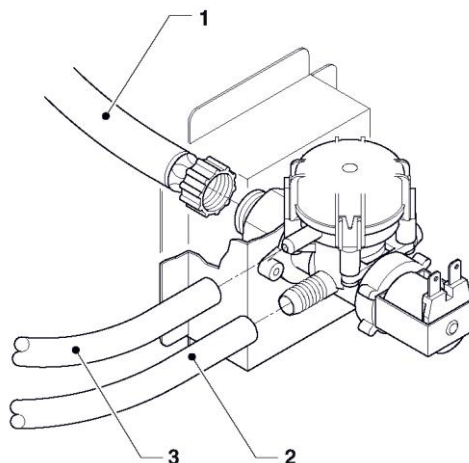

Рис. 19
Выполняйте подключения с использованием труб $\frac{3}{4}$ дюйма, способных выдерживать давление в водопроводной сети (т.е. с минимальным внутренним диаметром 6 мм (см. рис. 19).
- ослабьте крепление, предназначенное для крепежа к трубке подачи воды соленоидного клапана для сброса остаточного давления, и закрутите крепление снова (см. рис. 19);